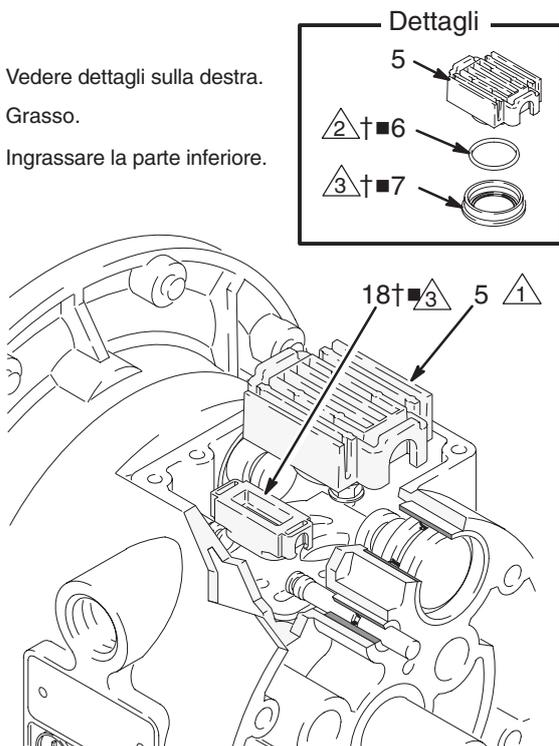

Fig. 9
3. Spostare il carrello della valvola (5) fino alla posizione centrale ed estrarla dalla cavità. Rimuovere dal carrello il blocco della valvola (7†■) e l'anello di tenuta (6†■). Utilizzando delle pinze ad ago, estrarre il blocco guida (18) direttamente verso l'alto e fuori della cavità. Vedere Fig. 9.
9. Installare il carrello della valvola (5) in modo che le linguette scivolino nelle scanalature della parte più stretta del pistone degli attuatori (11). Vedere Fig. 9.